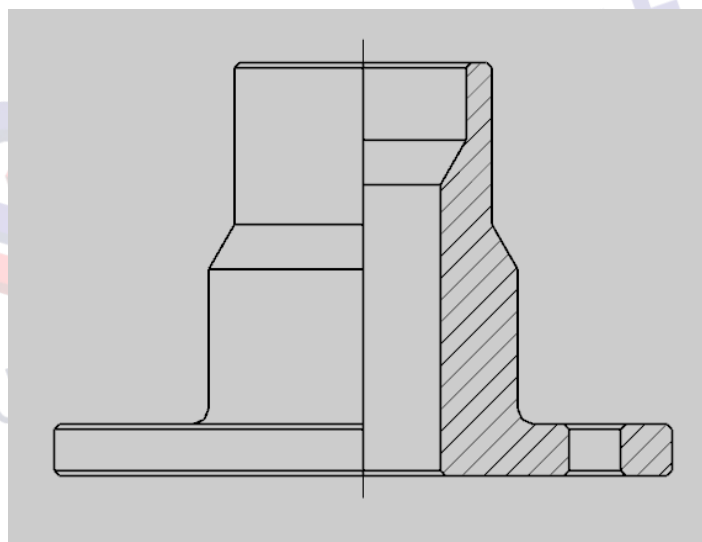

图 6
1、如第二步所述，在图纸上创建一个符合要求的基本视图，并创建局部剖视图，结果如图 6 所示：